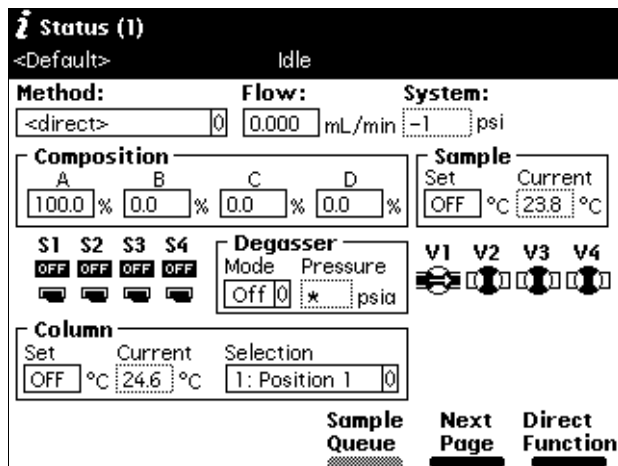

图 3-13 状态屏幕
1. 按 **Menu/Status（菜单 / 状态）**。将显示 Status（状态）屏幕（图 3-13）。
2. 按 **Next Page**（下一页）屏幕键（如有必要）显示脱气器字段（图 3-13）。